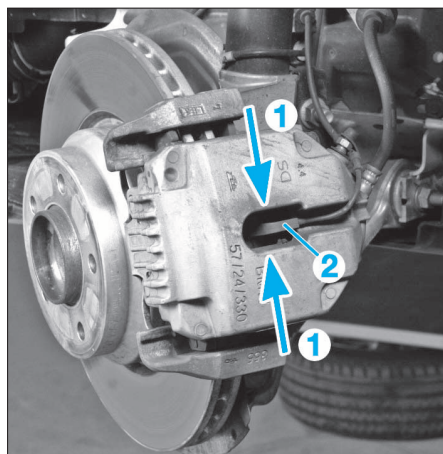

FIG. 1
- Comprimer l'agrafe (flèches 1) et extraire, en tirant bien droit, le capteur d'usure (2) de la plaquette de frein (Fig.1).